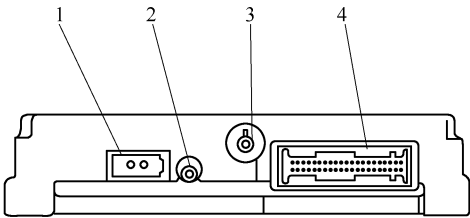

图 10-5-10 电话的发送器和接收器 R36
(1) 电话的发送器和接收器 R36 (固定电话) 上的插接器如图 10-5-10 所示。